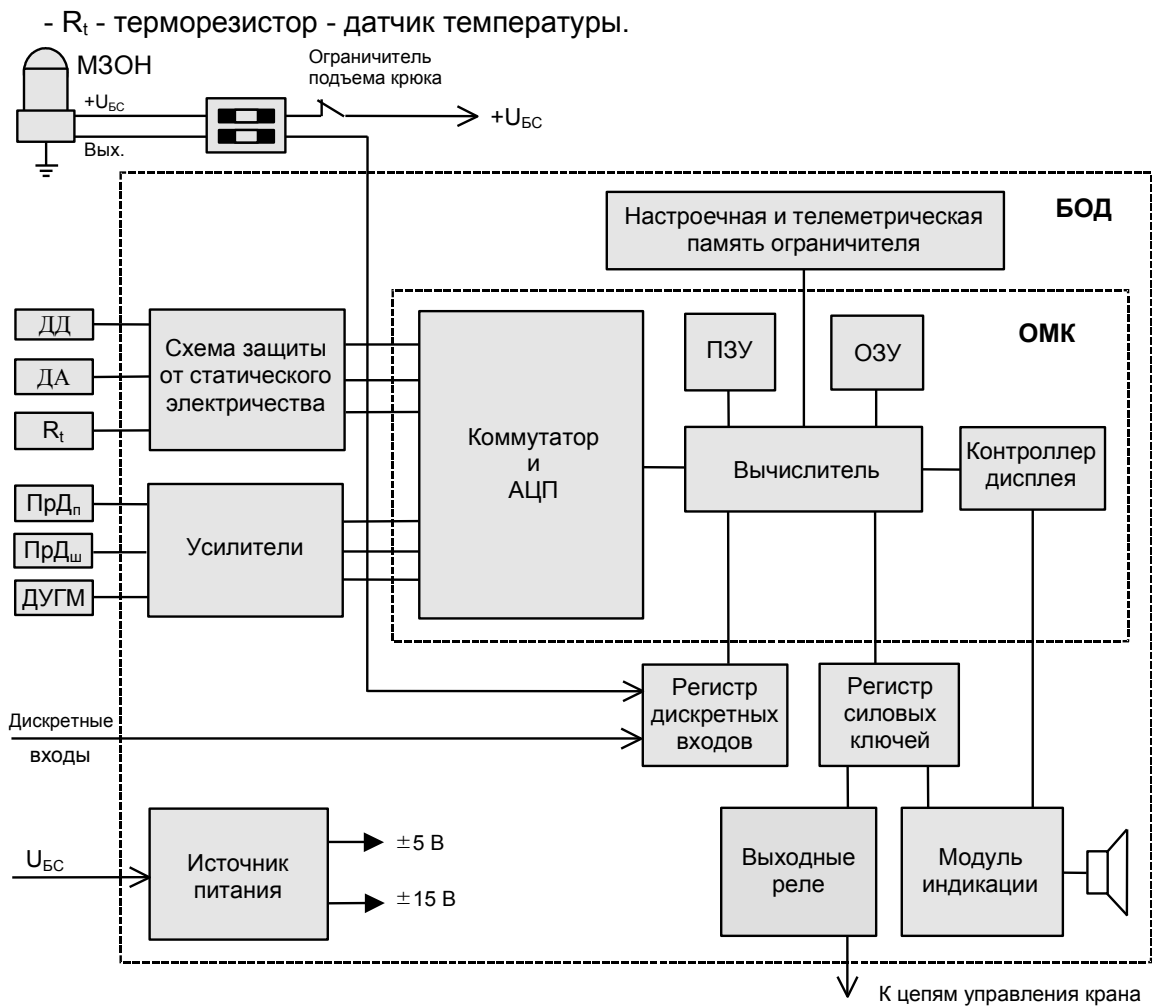

Рисунок 1- Блок-схема ограничителя
1.4.1 Принцип действия ограничителя (см. рисунок 1) основан на последовательном опросе и преобразовании аналоговых сигналов с датчиков в цифровой код, определении угла наклона и длины стрелы, расчете цифровыми методами величины вылета, высоты подъема (по заданным геометрическим размерам рабочего оборудования крана), а также вычислении фактической массы груза и степени загрузки крана с последующим их сравнением с предельно-допустимыми значениями при выбранном режиме работы.